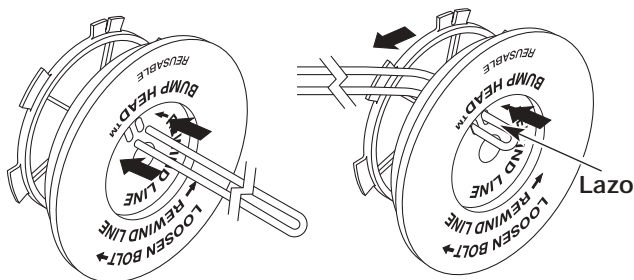

Figure 31
- Tome aproximadamente 12,2 m (40 pies) de nueva línea de corte, enlácela en dos longitudes iguales. Inserte cada extremo de la línea a través de uno de los dos orificios del carrete interior (Fig. 31). Pase la línea a través del carrete interior de modo que el lazo sea lo más pequeño posible.